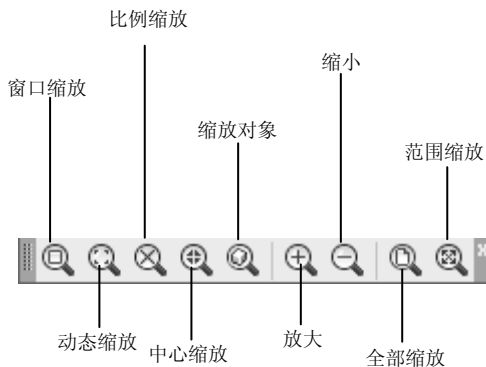

图 9-2 “缩放”工具栏
- “缩放”工具栏: 如图 9-2 所示。部分“缩放”命令也可以在“标准”工具栏中找到, 如 , 注意其中  为多个命令的集合。